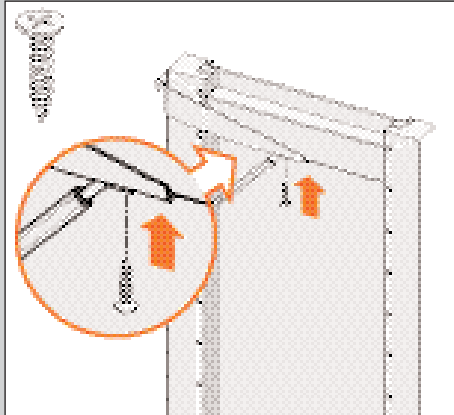

Abb. 7
3. Befestigen Sie das andere Ende der Spannstangen mit der Schraube (Ø 4 x 25 mm) an der Unterseite des Riegels (siehe Abb. 7).